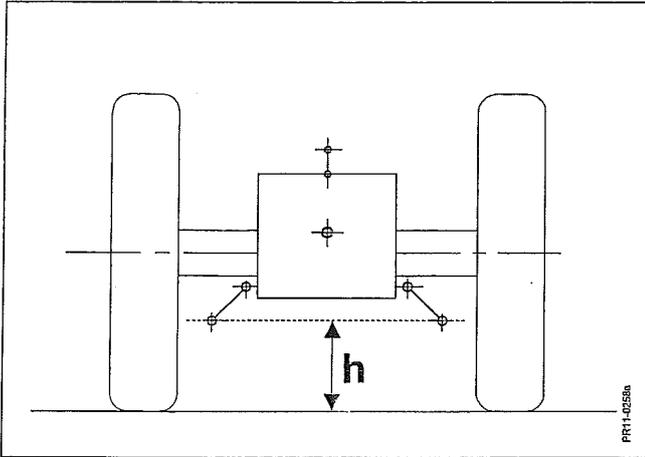

Fig. 2-10
- Fig. 2-10 1) Die Unterlenker des Schleppers so einstellen, daß sie in der selben Höhe **h** über dem Boden sind.